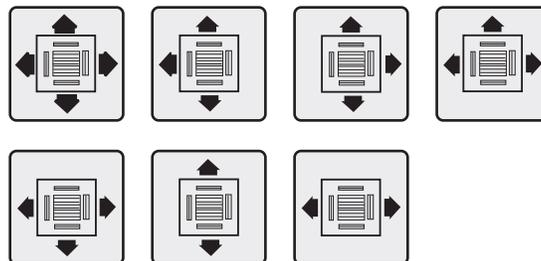
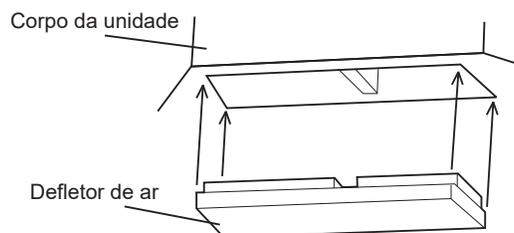

Figura 3
Figura 4
5. Com base no formato do recinto, determine os sentidos do fluxo de ar no local da instalação. Consulte o sentido do fluxo de ar no esquema mostrado na Figura 3. Se parte do respiro de ar ficar bloqueada, você pode inserir um defletor de ar no respiro do corpo da unidade para bloquear o fluxo de ar. Consulte a Figura 4.